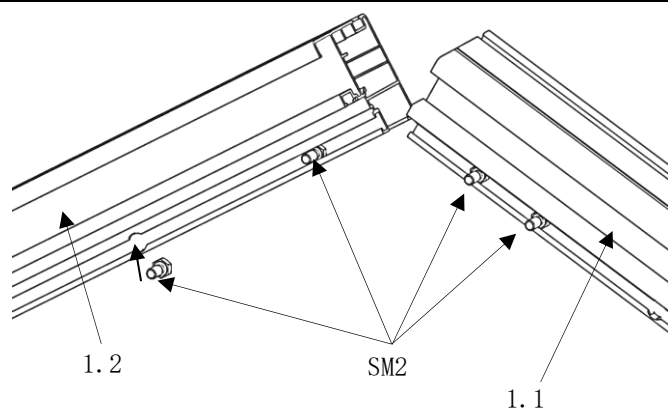

Abb. 34
- die beiden Ortgangprofile (Pos. 1.1/1.2) werden im First mit den 4x Sechskantschrauben (Pos. SM2) bestückt. (Abb. 34)